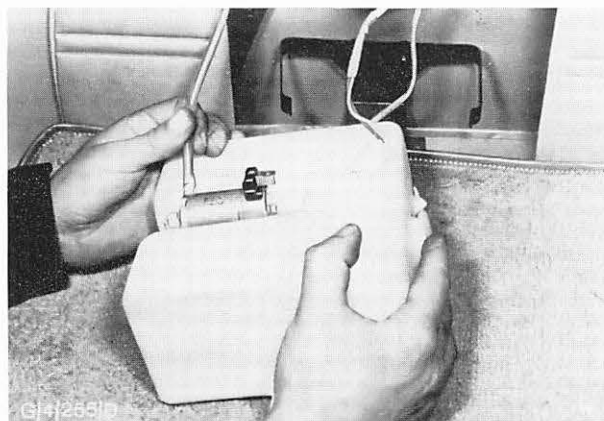

Abb. 48 Wasserschlauch von der Pumpe abziehen
2. Gummischlaufe aushängen und Vorratsbehälter vorsichtig vom Halter abbauen. Mehrfachstecker und Schlauch von der Pumpe trennen. Abb. 48.